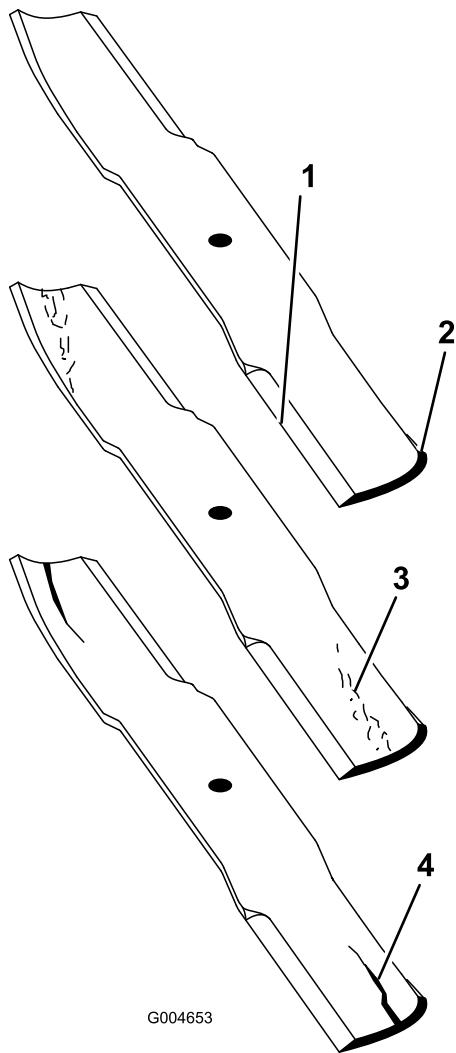

Figura 73
1. Inspeccione as extremidades de corte (Figura 73). Se as extremidades não estiverem afiadas ou estiverem amolgadas retire e afie as lâminas. Consulte Afiar as lâminas.
2. Inspeccione as lâminas, especialmente a área em curva (Figura 73). Se verificar quaisquer danos, desgaste, ou a formação de ranhuras nesta área (Figura 73), instale imediatamente uma lâmina nova.